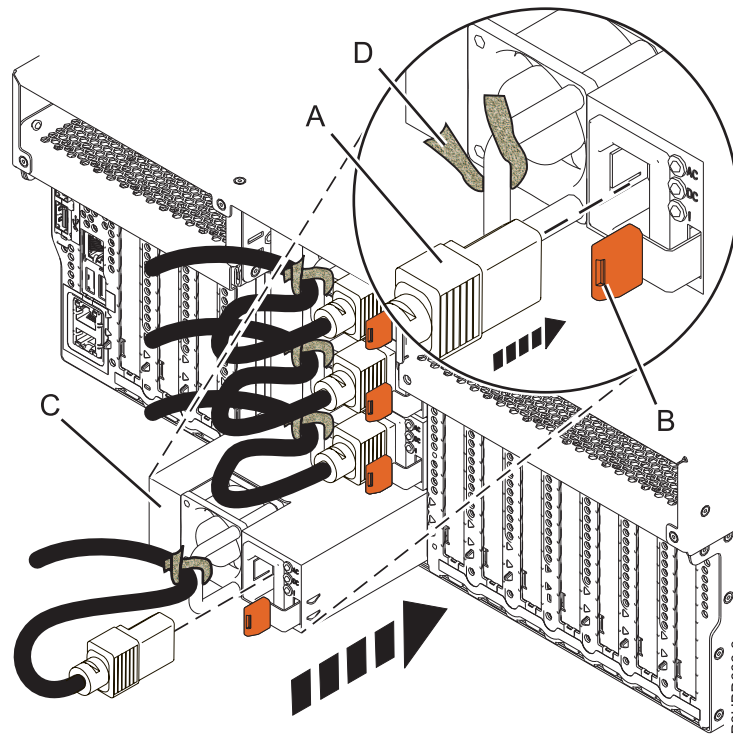
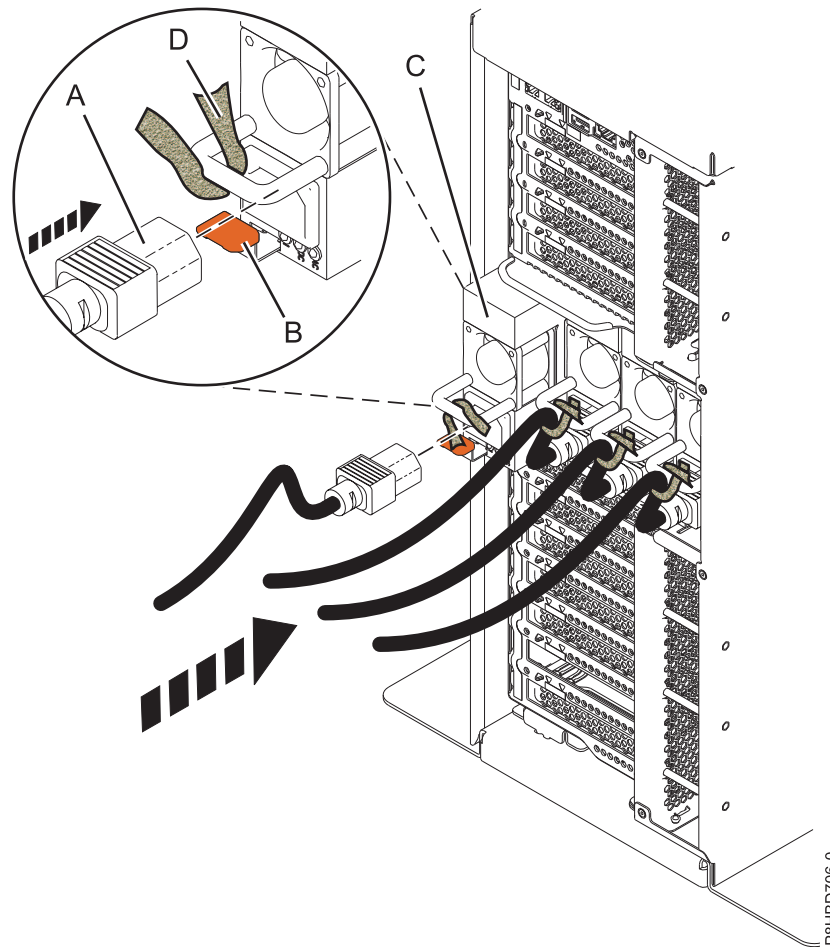

Abbildung 21. Austausch eines Netzteils in einem Einschubsystem
Abbildung 22. Austausch eines Netzteils in einem eigenständigen System
3. Richten Sie das Netzteil (C) auf die Position aus und schieben Sie das Netzteil in das System, bis die terrakottafarbene Verriegelung (B) einrastet, wie in Abb. 21 für ein Einschubsystem und Abb. 22 auf Seite 26 für ein eigenständiges System.
4. Verbinden Sie das Netzkabel (A) mit dem Netzteil (C), wie in Abb. 21 auf Seite 25 für ein Einschubsystem und Abb. 22 für ein eigenständiges System.
5. Verwenden Sie den Klettverschluss (D), um das Netzkabel am Netzteilgriff zu befestigen, wie in Abb. 21 auf Seite 25 für ein Einschubsystem und Abb. 22 für ein eigenständiges System.